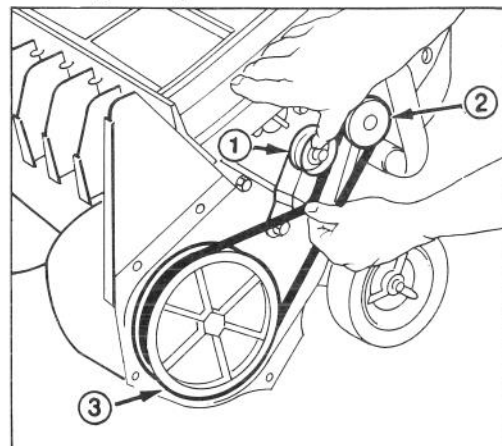

Fig. 9
3. RIMOZIONE DELLA CINGHIA (Fig. 9) – Tirare la puleggia folle leggermente all'insù mentre sfilate la cinghia. Lasciate tornare la puleggia in posizione man mano che la cinghia viene liberata. **NON LASCIATE LA PULEGGIA FOLLE TORNARE IN POSIZIONE DI SCATTO.** Rimuovete la cinghia dal motore e dalle pulegge del rotore.